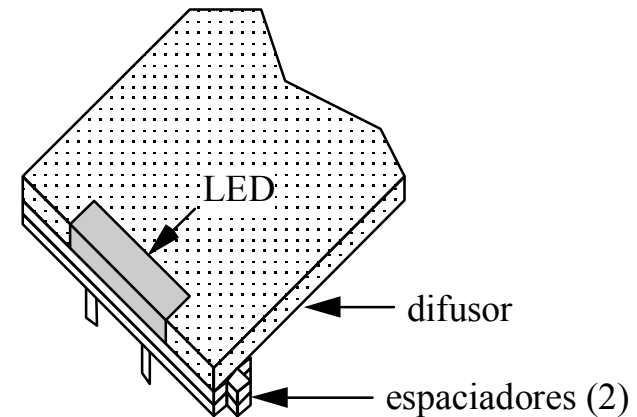

Figura 5-9
- Sitúe dos espaciadores de 19 mm (3/4") sobre los terminales de cada LED de iluminación, como se muestra en la Figura 5-9.